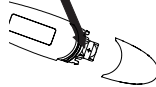

Figura 4
- Retire suavemente el panel de circuito de plástico con la cámara de la pila aproximadamente 1 cm (ligeramente menos de 1/2" (Ver Figura 4)